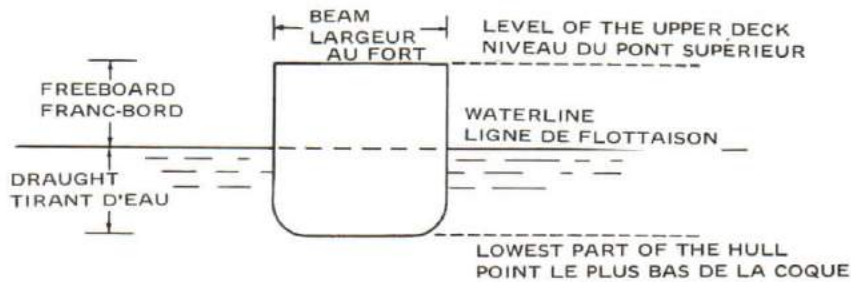

Figure 6-5
9. If you could pick a ship out of the water you would see that there is a wet part around the bottom and a dry part were the ship floated above the water. The line between wet and dry is called the waterline. The distance from the waterline to the deck is called freeboard, and the distance from the waterline to the deepest part of the bottom is called the draught. See Figure 6-5.
9. Si vous pouviez sortir un navire de l'eau, vous verriez qu'il y a une partie humide au bas de la coque et une partie sèche, celle qui se trouvait au-dessus de l'eau. La ligne entre la partie sèche et la partie humide s'appelle la ligne de flottaison. La distance entre la ligne de flottaison et le pont s'appelle le franc-bord; la distance entre la ligne de flottaison et le point le plus bas de la coque s'appelle le tirant d'eau (voir la figure 6-5).